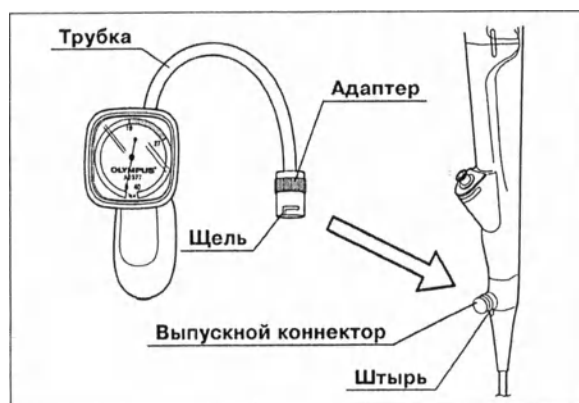

Рис. 7.10
- Погружать в жидкости можно только трубку и адаптер течеискателя (см. рис. 7.10). Погружение в жидкости других частей течеискателя может привести к его неисправности.
- Давление, при котором выявляются протечки, не должно превышать 27 кПа (то есть, стрелка манометра должна находиться в пределах «зелёной зоны» шкалы). При возрастании давления стрелка манометра перемещается в «красную зону». В этом случае возможно повреждение эндоскопа (см. рис. 7.10). При этом нажмите на рычаг сброса давления для декомпрессии эндоскопа.
2. При использовании штыря на выпускном коннекторе эндоскопа отрегулируйте положение щели на адаптере, затем поверните адаптер по часовой стрелке до упора (см. рис. 7.10).